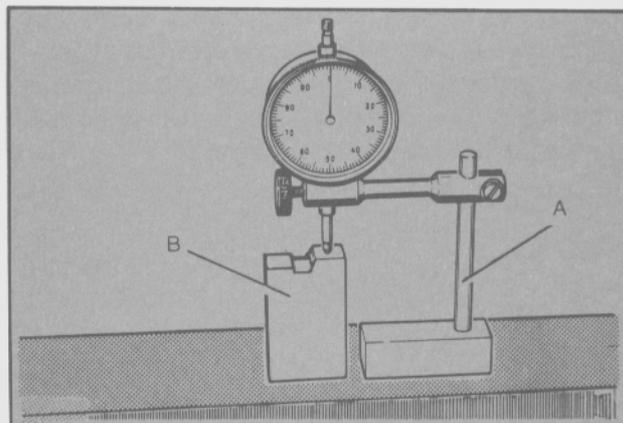

Fig. 39 - Ajuste a cero del reloj comparador T61A-4201-BAS
- Ubicar el reloj comparador en el bloque de montaje, (Detalle 15), y poner a cero el reloj comparador mediante la utilización de la herramienta especial T84G-4209-BAS (Fig. 39).